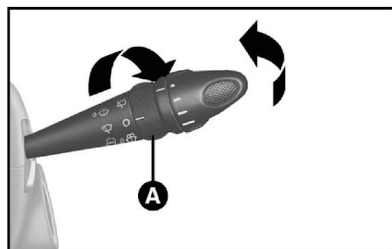

fig. 58
Limpador/lavador do vidro traseiro - Marea Weekend - fig. 58
1) Girar o anel **A** (fig. 58) da posição **O** para a posição **□**: funcionamento intermitente;